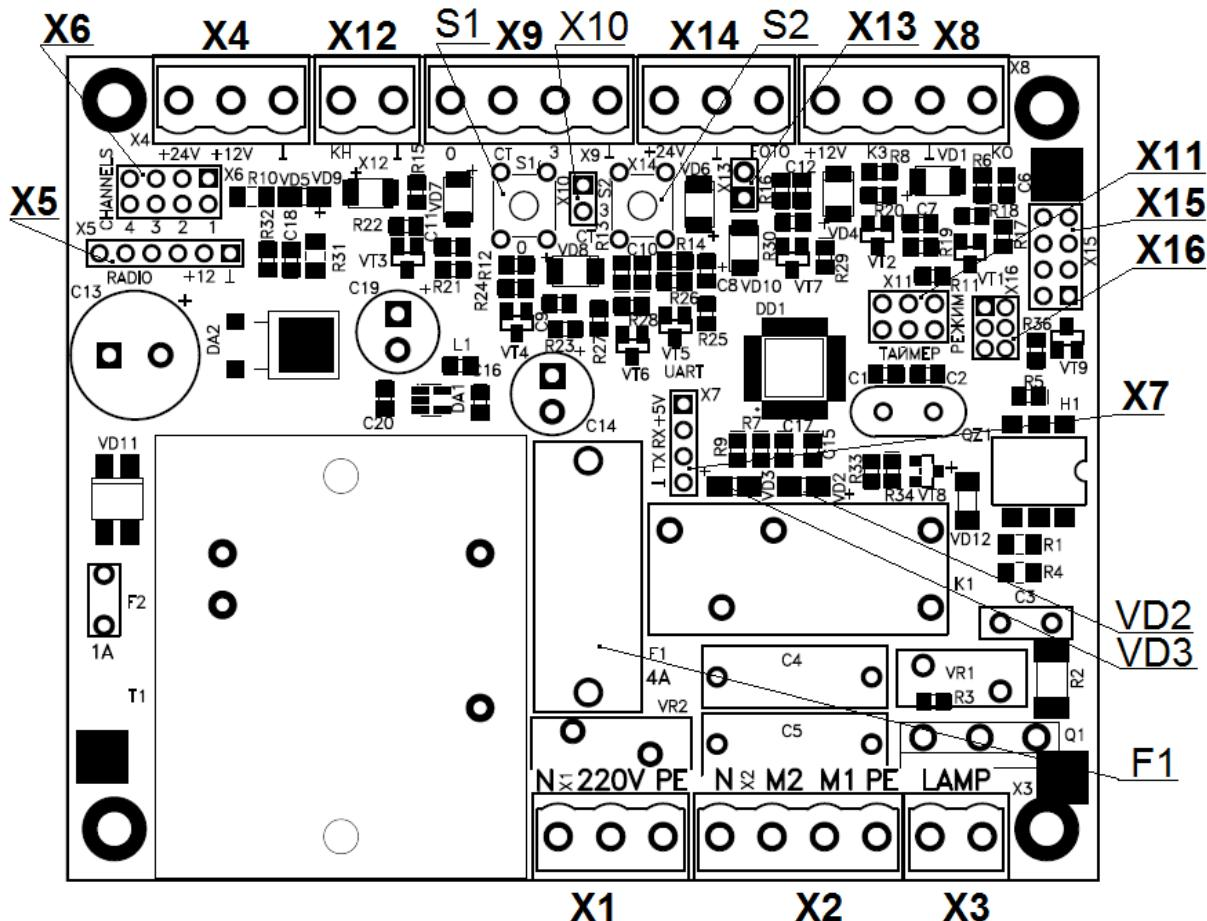

Рисунок 6
Питание шлагбаума однофазное, подключается к разъему X1 (см. Рисунок 6)
Фотоэлементы подключаются к разъему X14 (см. Рисунок 6)
При отсутствии фотоэлементов на переключателе X13 (см. Рисунок 6) должен быть установлен джампер. При отсутствии перемычки шлагбаум не будет закрываться.
Подключается к разъему **X9** (см. Рисунок 6)
3. Блок перейдет в режим настройки задержки таймера. Количество миганий индикаторов открытия и закрытия (см. Рисунок 6) отобразится текущее время задержки в секундах кратное 5. (3 мигания – 15 секунд)